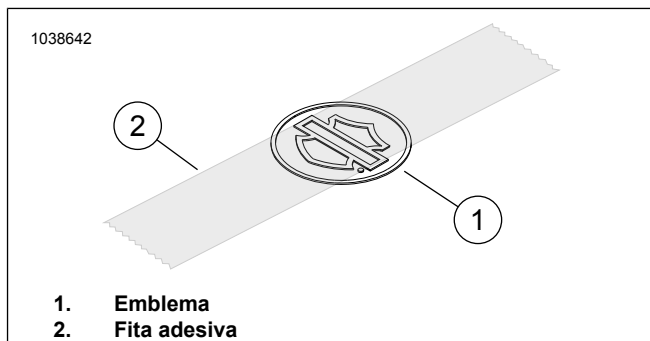

Figura 2. Aplique fita adesiva do emblema
2. Veja a figura 2. Coloque um pedaço de fita adesiva protetora de 8 cm (2) centralizado sobre o Bar and Shield do emblema (1).
4. Veja a figura 2. Instale o emblema no suporte.